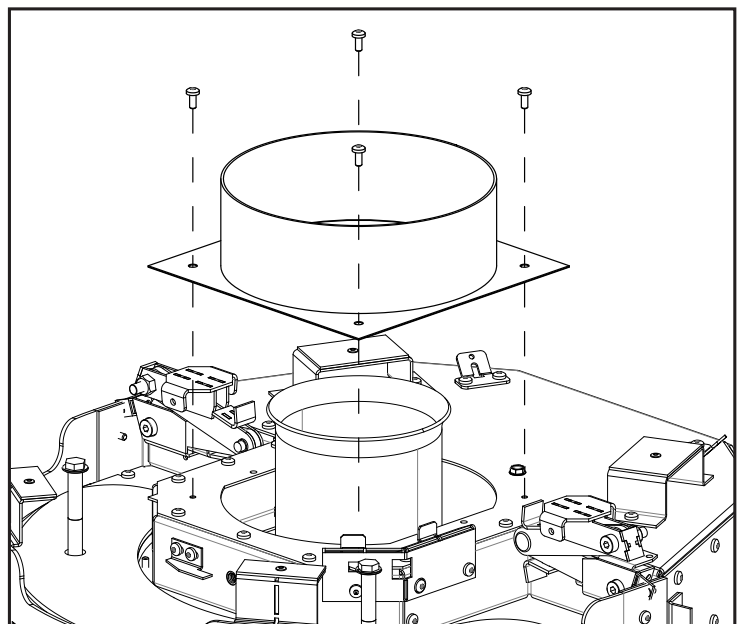

Figure 63: Retrait de l'adaptateur d'évent
7. Retirez l'adaptateur de ventilation du haut de l'unité en retirant les quatre (4) vis T20 (voir la Figure 63). Soyez délicat avec le joint, vous allez le réutiliser.